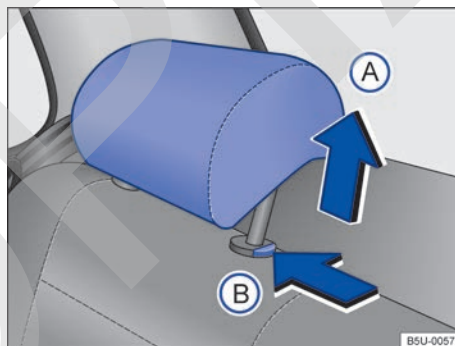

Fig. 36 Ajustar el apoyacabezas trasero.
- Empuje el apoyacabezas hacia arriba en el sentido de la flecha → fig. 36 (A) o con la tecla → fig. 36 (B) pulsada, empuje hacia abajo → ▲.